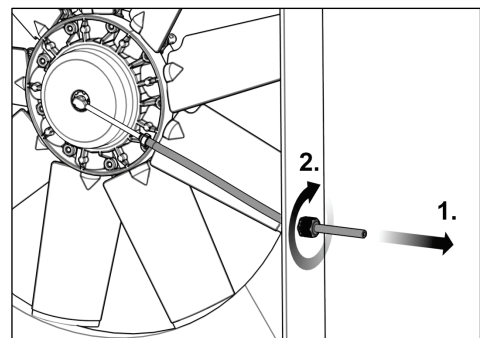

Fig. 32
- 24) Tensionar a mangueira de pressão (ver Fig. 32 passo 1) de forma a permitir uma rotação ligeira da junta rotativa (máx. 15°).
- 25) Fixar a mangueira de pressão por meio do alívio de tensão (ver Fig. 32 passo 2).